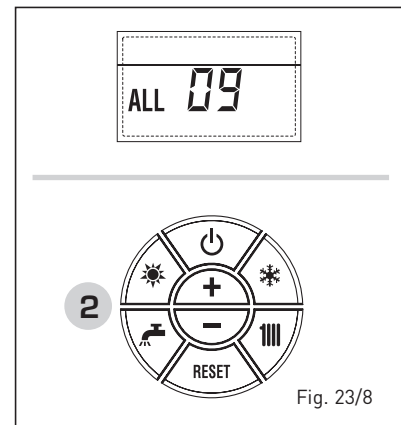

Fig. 23/8
- ANOMALIA Sonda AUXILIAR "ALL 10" (fig. 23/9)